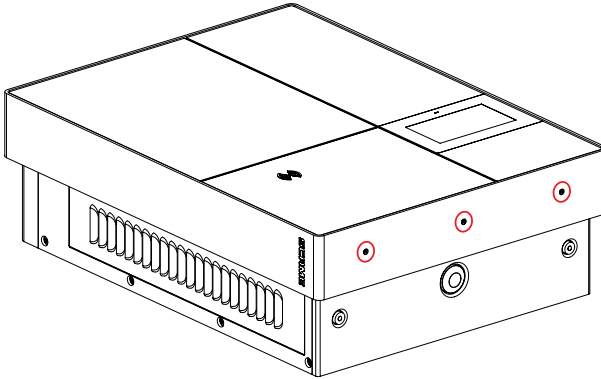

Bild 2: Topp- och sidoskruvar till metallram
- Ta ur påsens monteringsrække. Se bild 2.
- Placera räcknet på en vertikal ren, plan yta och rikta in det horisontellt. Placeringen måste göras på så sätt att pilen pekar uppåt och upp-markeringen är vänd från väggen. Bild 2 visar de minimala avstånden från både golv och sidoföremål som behöver beaktas vid placering av räcknet.